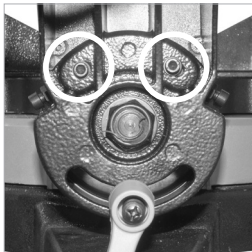

Fig. 13
- Desserrer les deux vis (2) de socket tête à l'arrière du bras biseau. (**Fig. 13**)